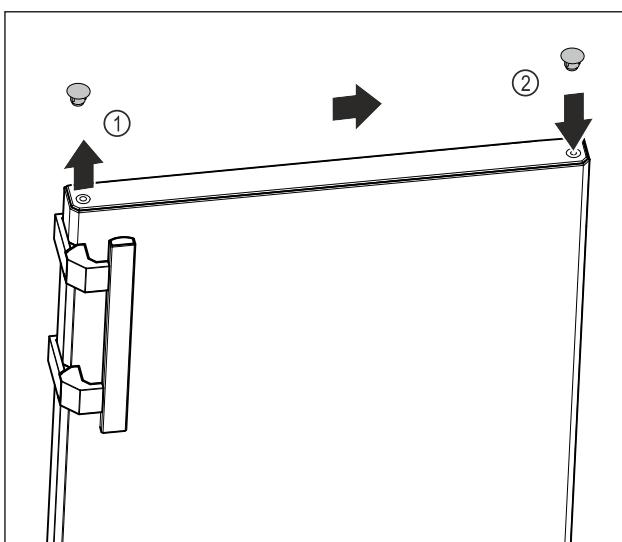

Fig. 14
- Zdvihnite opatrne kryciu zátku hornej strany dverí Fig. 14 (1) pomocou plochého skrutkovača.
- Nasadte kryciu zátku na opačnú stranu. Fig. 14 (2)